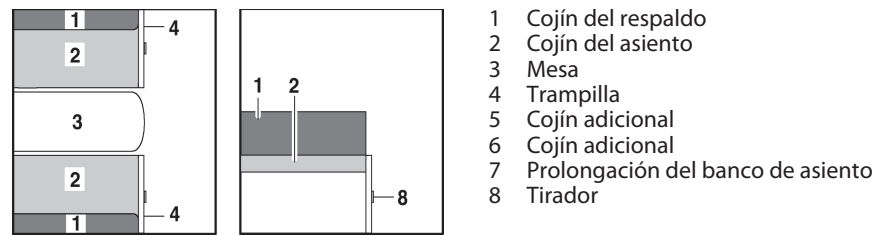

Fig. 95 Antes de ampliar
- Ampliar la mesa (Fig. 95,3) (véase apartado 7.8).
- Tirar del asidero (Fig. 95,8) y abrir la trampilla (Fig. 95,4).